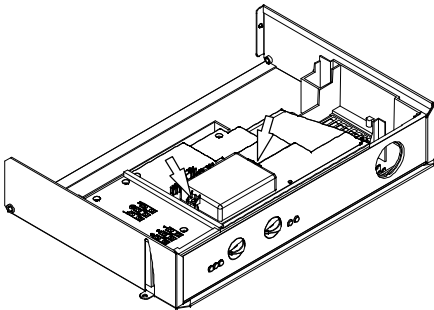

fig. 5.24
- Togliere le due viti indicate in fig. 5.24 e aprire il coperchio della morsettierà collegamento sonda esterna.